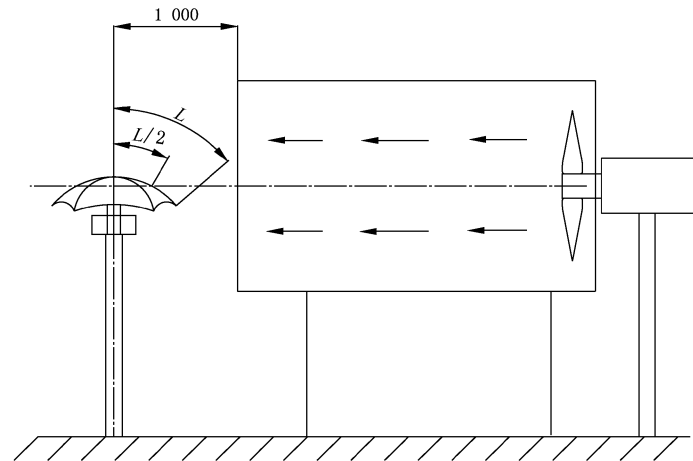

图5 手持式伞伞杆抗风强度示意图
6.2.1.2 将伞撑开,以图示的方向用夹具夹住(见图5),直骨伞固定手柄;缩折伞固定伞杆最底部一节的1/2处。伞的高度调整见图5,将伞固定好后,调整调频旋钮直至当风速达到规定值后开始计时,30 s后停机。